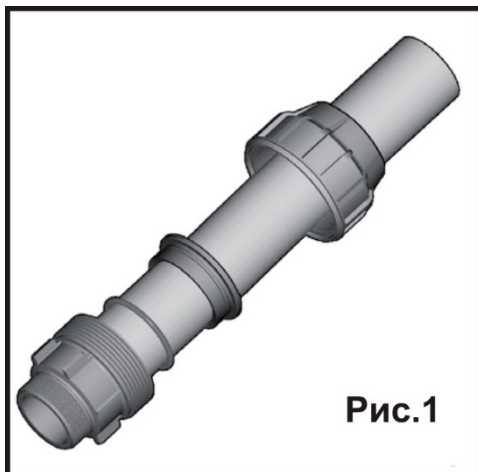

Рис.1
- 2) Оденьте на трубу детали фитинга в следующем порядке: накидная гайка, упорная втулка, уплотнительное кольцо (рис. 1).